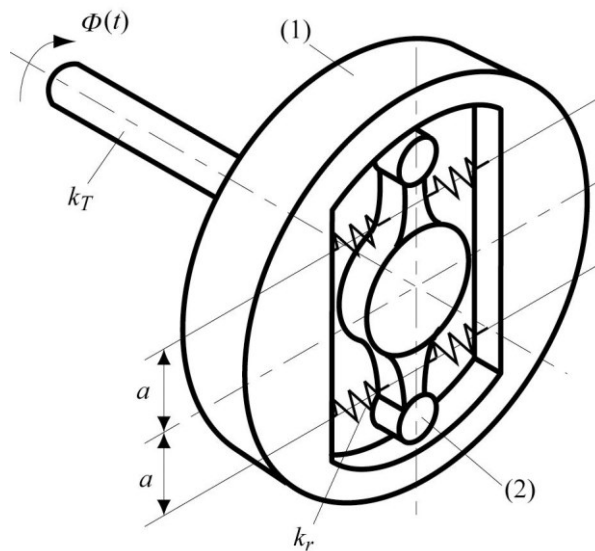

Figure 7.3.1 | Schéma du dispositif
Pour diminuer les vibrations de torsion d'un disque d'inertie I_1 - repéré par (1) dans la Figure 7.3.1 - provoquées par les irrégularités du couple d'entraînement caractérisé par l'angle de torsion $\phi(t)$ et transmis par un arbre de rigidité k_T , on installe un dispositif d'inertie I_2 - repéré par (2) - rattaché au disque (1) par quatre ressorts de rigidité k_r séparés par paire d'une distance $2a$. On réalise ainsi un amortisseur de Frahm pour vibrations de torsion.
- Etablir les équations du mouvement en rotation des corps (1) et (2) dans le cas conservatif.**